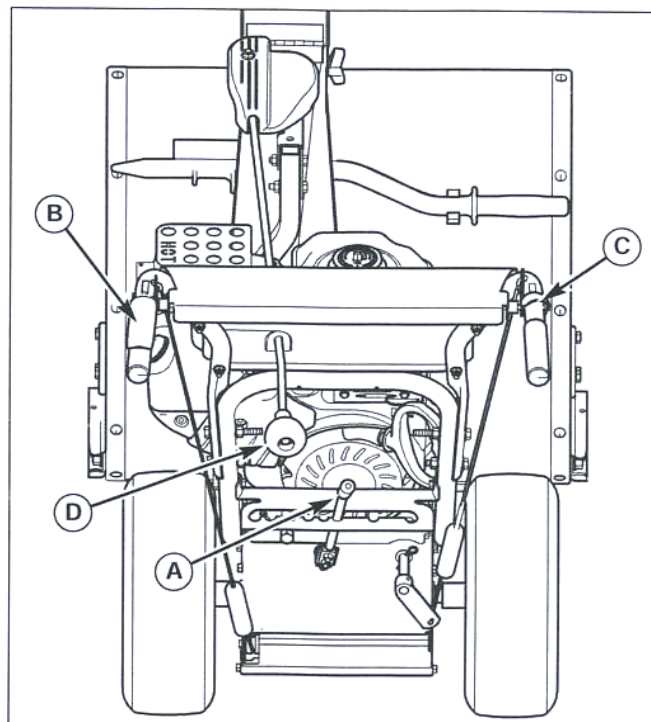

Рис. 8. Элементы управления (вид с положения оператора)
1. Поверните дефлектор выброса (D, рис. 8) в желаемое положение.
Используйте рычаг переключения скоростей (А, рис. 8) для управления скоростью движения снегоотбрасывателя. Вы можете выбрать из шести скоростей движения вперед и двух скоростей движения назад.